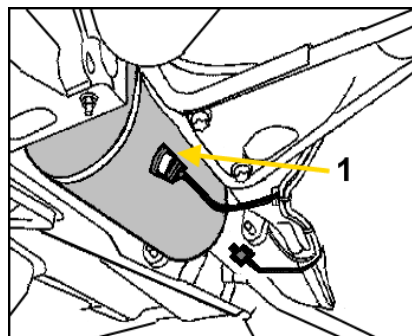

Figure 2
1. Démontez le capteur de température des gaz d'échappement (figure 2).